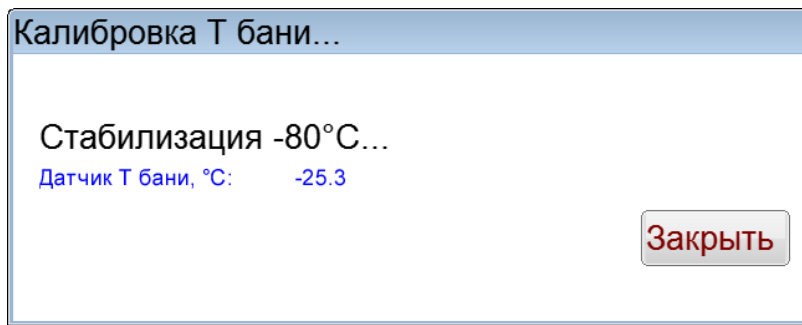

Рисунок 33 – Стабилизация -80°C
5.5.13 После ввода значения с образцового термометра снова отобразится окно «Стабилизация Т бани», но уже с другим статусом – «Стабилизация -80°C» (рисунок 33).